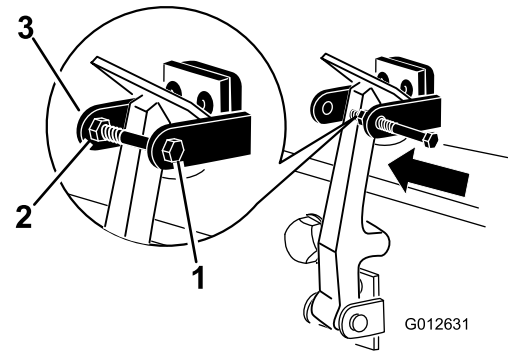

図 9
7. フードロックブラケットのもう一方のアームにボルトを取り付けてラッチを固定する 図 9。ボルトはしっかりと固定するがナットの締め付けは行わないこと。